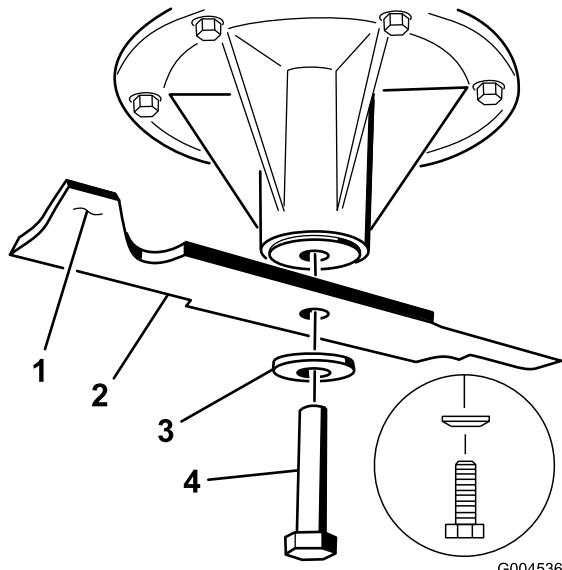
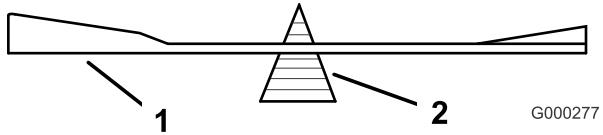

Figure 62
Figure 65
2. Pour les tabliers de coupe de 40 et 48 pouces, enlevez le boulon de lame, la rondelle bombée et la lame de l'axe de pivot (Figure 62).
2. Vérifiez l'équilibre de la lame en la plaçant sur un équilibrEUR (Figure 65). Si la lame reste horizontale, elle est équilibrée et peut être utilisée. Si la lame est déséquilibrée, limez un peu l'extrémité de la partie relevée seulement (Figure 62). Répétez la procédure jusqu'à ce que la lame soit équilibrée.
1. Placez la lame sur l'axe (Figure 62).
Important: Pour obtenir une coupe correcte, la partie relevée de la lame doit être tournée vers le haut et dirigée vers l'intérieur du carter de tondeuse (Figure 62).
2. Sur les tabliers de coupe de 40 et 48 pouces, montez la lame, la rondelle bombée et le boulon de lame (Figure 62).